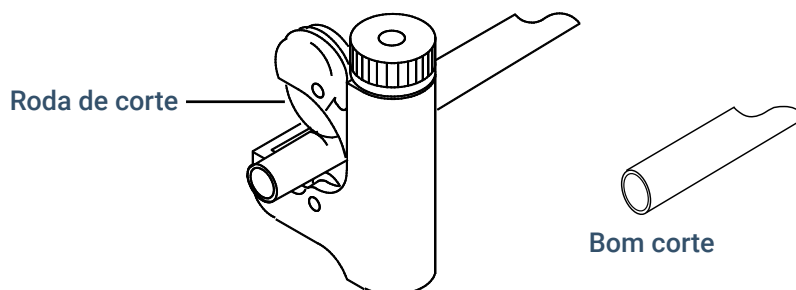

Figura 8. Cortador de tubulação típico
2. Corte a tubulação no comprimento, usando um cortador de tubulação. Consulte **Figura 8**.